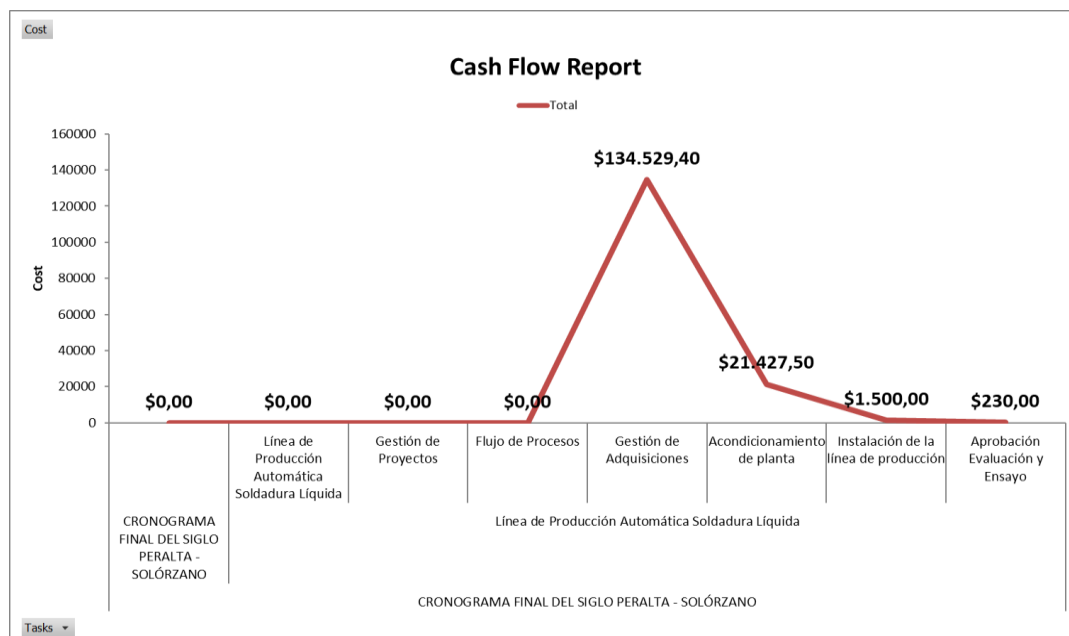

Figura 26. Reporte de flujo de caja por entregable.
- **Por EDT:** La Tabla 42 muestra el detalle de costos por entregables del proyecto. Además, la Figura 26 muestra gráficamente el reporte de flujo de caja por cada uno de los entregables del proyecto.